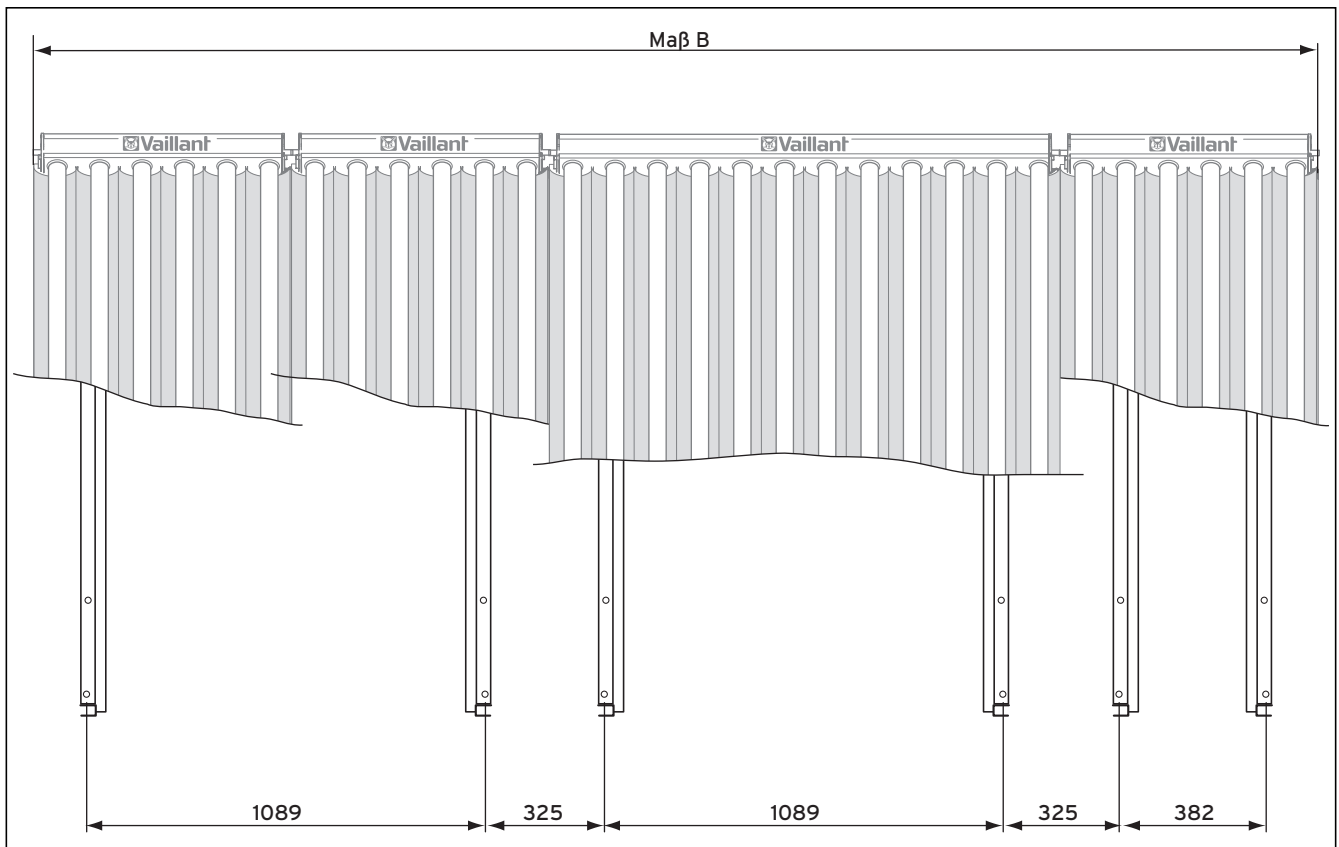

Abb. 7.8 Abstandsmaße zwischen den Winkelprofilen
- Legen Sie für jeden zu montierenden Kollektor zwei kurze Winkelprofile (1640 mm) rechtwinklig zu den Stehfalzen auf die Kiesplatten (Abstände s. Abb. 7.8).